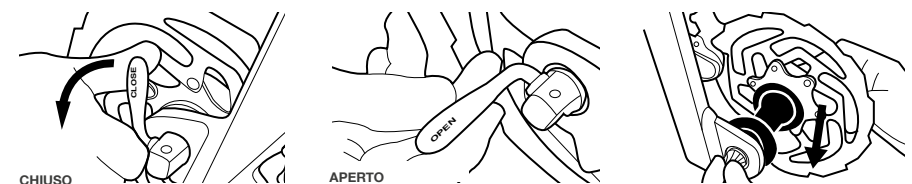

Figura 15. Apertura del perno a sgancio rapido
1. Aprire la leva del perno. A questo punto dovrebbe potersi leggere l'incisione "OPEN" sulla leva come indicato in Figura 15.